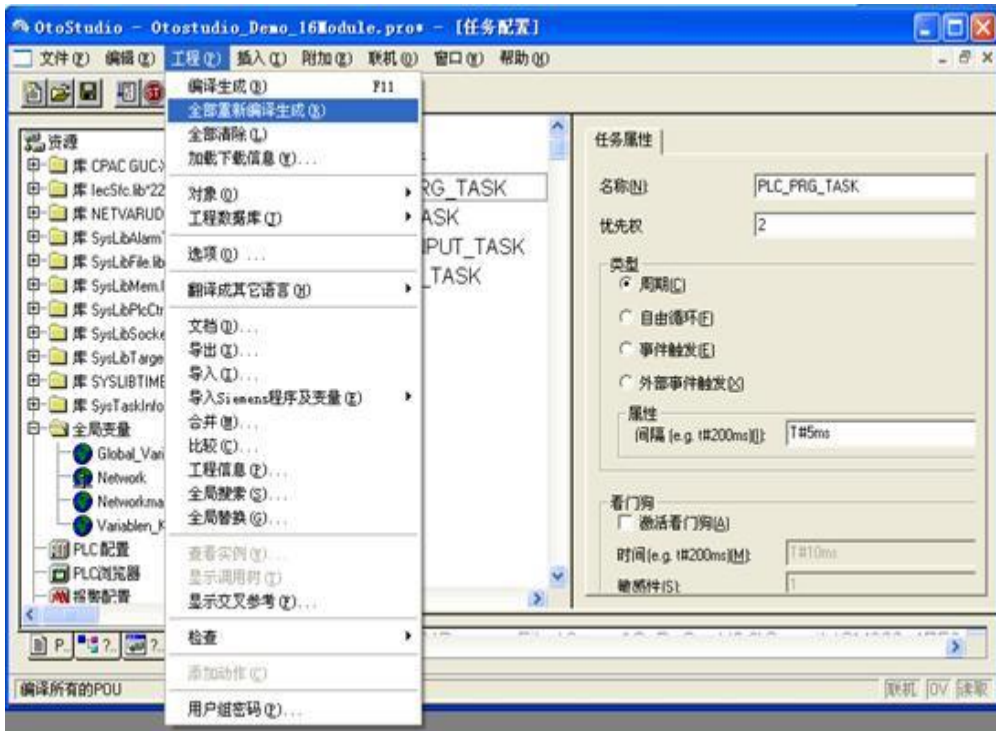

图 35 编译程序
- 1) 程序编写完成后，需要对程序进行编译，在“工程”中，点击“编译生成”，或者按“F11”，如图 35 所示。